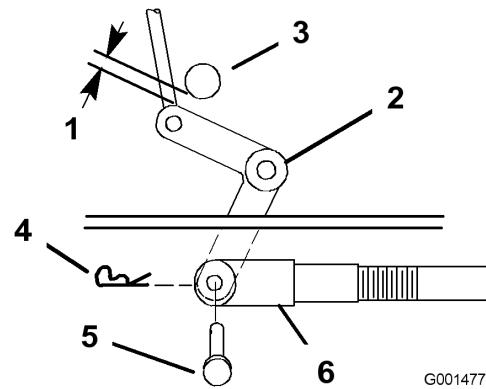
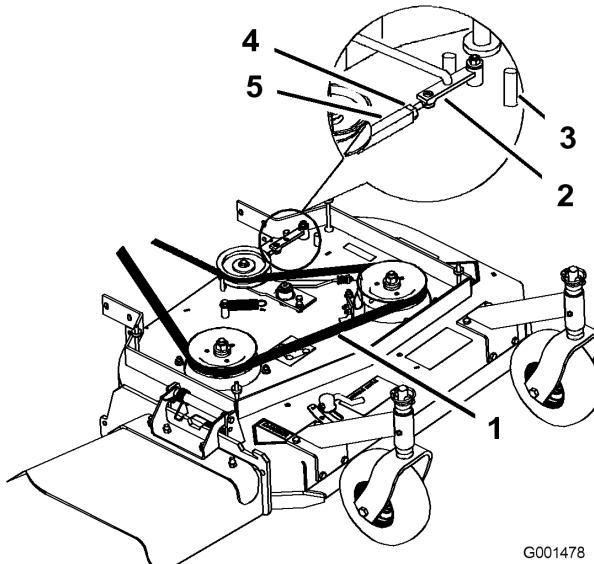

Figure 35
Figure 36
- Vérifiez l'écartement entre l'axe coudé et l'arbre de sortie de transmission (Figure 35).
- Tournez la chape dans le sens horaire sur la tige pour accroître l'écartement et dans le sens anti-horaire pour le réduire (Figure 35).
Remarque: Si le bras d'assistance ne touche pas la butée avant du plateau de coupe (Figure 36), réglez la chape de sorte à rapprocher le levier coudé de l'arbre de sortie de transmission (Figure 35).
3. Desserrez le contre-écrou sur le tendeur (Figure 36).
4. Tournez le tendeur vers l'arrière du plateau de coupe pour augmenter la tension sur la courroie. Tournez le tendeur vers l'avant du plateau de coupe pour réduire la tension sur la courroie (Figure 36).